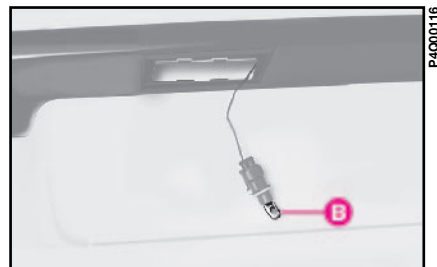

fig. 30
3) cambie la lámpara **B-fig. 30** de 12V-5W introducida a presión en el portalámparas.